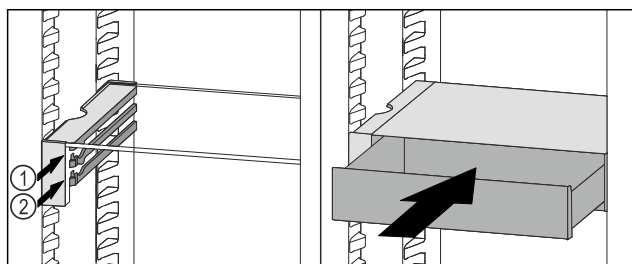

Fig. 125
- Nasadte zásuvku VarioSafe za zářezky na požadovaném žebrovaní (viz Fig. 125 (1) nebo Fig. 125 (2)).